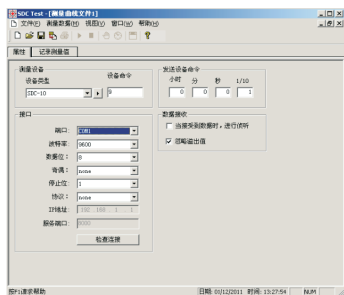

图11
- F、选择测量曲线文件后，在设备类型中选择仪器相对应的型号，在端口中选择电脑相应串口，波特率选择9600，数据位选择8，停止位为1，无奇偶校验位，最后在设备发送命令中设定好电脑采集测试值信号的时间。1/10为0.1秒（如图11：时为0，分为0，秒为0，1/10为1则电脑取点时间=0.1秒）；